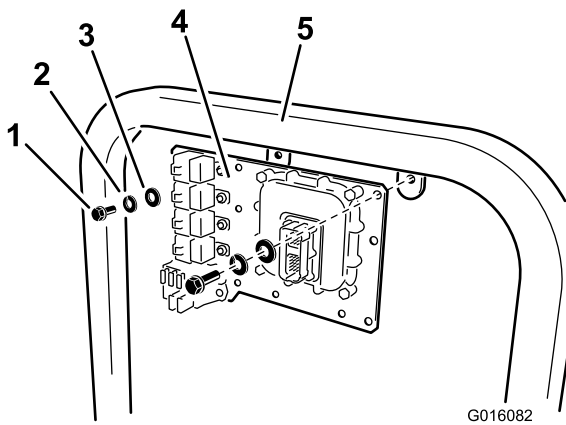

Figure 14
- Pour les modèles Multi-Pro 1200 et 1250, fixez la plaque de montage avec 2 boulons (5/16 x 3/4 pouce), 2 rondelles de blocage (5/16 pouce) et 2 rondelles plates comme illustré à la Figure 14.